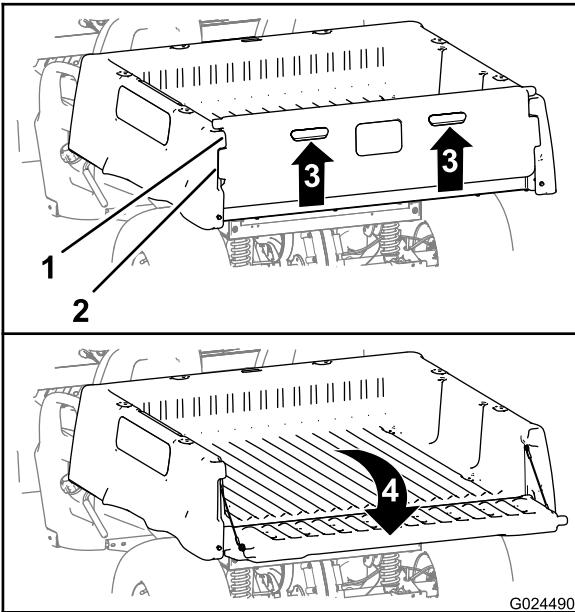

Figura 20
2. Levante nos locais indicados no painel traseiro da porta traseira (Figura 20).
3. Aline as flanges de bloqueio na porta traseira com as aberturas entre as flanges da porta traseira na caixa de carga (Figura 20).
4. Rode a porta traseira para trás e para baixo (Figura 20).
6. Rode a porta traseira para cima e para a frente até as flanges de bloqueio estarem justas ao espaço da porta na caixa de carga (Figura 20).
7. Baixe a porta traseira até ficar assente na parte de trás da caixa de carga (Figura 20).